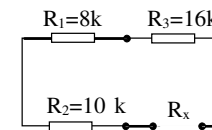

Figura 9
11. Să se stabilească diagonala în care trebuie conectat voltmetrul pentru maximizarea sensibilității punții din figura 9. Cît este raportul A al punții și sensibilitatea în acest caz ?